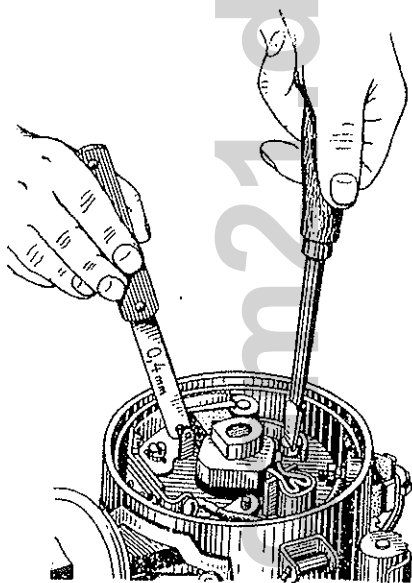

Bild 279 Nachstellen des Abstands zwischen Unterbrecherkontakten
4. Ist der Abstand größer oder kleiner als $0,35\text{--}0,45\text{ mm}$, so hat man die Sperrschraube zur Befestigung des Trägers (des Amboßkontaktes) zu lockern, die Exzenterstellschraube zu drehen und damit den normalen Abstand einzustellen (Bild 279).